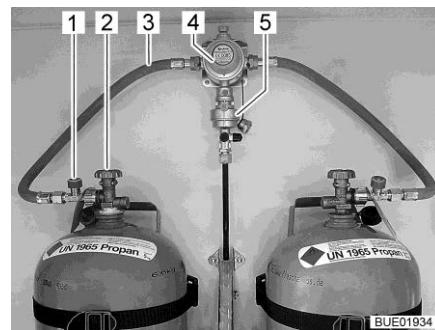
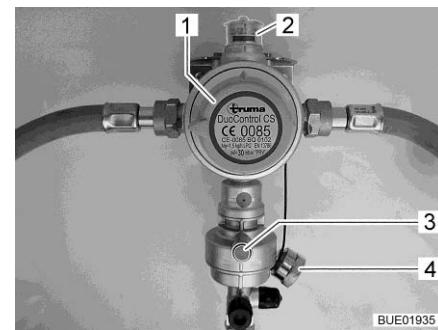
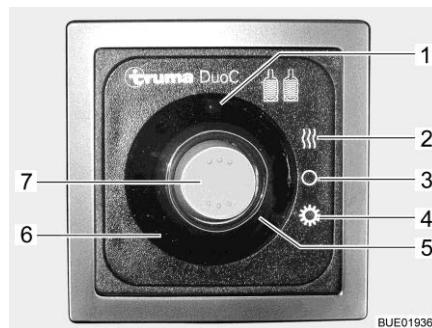

Fig. 103 Bombole del gas con DuoControl
Fig. 104 Impianto di regolazione DuoControl
Fig. 105 Centralina di controllo (DuoControl)
L'impianto di regolazione DuoControl consiste in una valvola di commutazione (Fig. 103,4) e un sensore crash (Fig. 103,5). L'impianto di regolazione DuoControl è installato tra i tubi flessibili del gas (Fig. 103,3) con un dispositivo antirottura del tubo flessibile (Fig. 103,1). Con la manopola (Fig. 104,1) sulla valvola di commutazione è possibile stabilire quale delle bombole del gas viene utilizzata come bombola in uso e quale come bombola di riserva.
Nella finestra di controllo (Fig. 104,2) viene visualizzato lo stato del rifornimento di gas:
Il funzionamento con una sola bombola del gas è consentito, ma in questi casi il collegamento aperto deve essere assolutamente chiuso con una copertura cieca (Fig. 104,4).
Il sensore crash blocca l'alimentazione del gas in caso di forti vibrazioni (es. incidente). Il sensore crash viene azionato mediante pressione del tasto reset verde (Fig. 104,3).
Il dispositivo antirottura del tubo flessibile (Fig. 103,1) blocca il flusso di gas quando il tubo flessibile collegato si rompe. Il dispositivo antirottura del tubo flessibile deve essere attivato premendo il tasto verde.
Tramite la centralina di controllo (Fig. 105) è possibile attivare e disattivare l'alimentazione del gas tramite l'impianto di regolazione DuoControl. Le valvole principali di arresto (Fig. 103,2) delle bombole del gas e i rubinetti di arresto del gas degli apparecchi devono essere aperti manualmente.
È possibile passare dal funzionamento estivo a quello invernale tramite l'interruttore a bilico (Fig. 105,7) della centralina di controllo.
Le due spie di controllo sulla centralina di controllo indicano il livello di riempimento della bombola in uso. Quando la spia di controllo verde (Fig. 105,6) è accesa, la bombola in uso è sufficientemente piena. Se è accesa la spia di controllo rossa (Fig. 105,5), la bombola in uso è vuota. Il rifornimento di gas avviene poi tramite la bombola di riserva.
- Con la manopola (Fig. 104,1) sulla valvola di commutazione selezionare la bombola del gas, da cui proviene la principale alimentazione del gas (bombola in uso). Girare la manopola fino all'arresto.
- Aprire le valvole principali di arresto (Fig. 103,2) delle bombole del gas.
- Premere il tasto verde del dispositivo antirottura del tubo flessibile (Fig. 103,1). Nella finestra di controllo (Fig. 104,2) viene visualizzato il simbolo verde.
- Sulla centralina di controllo (Fig. 105) attivare l'impianto di regolazione DuoControl. Posizionare l'interruttore a bilico (Fig. 105,7) su funzionamento invernale (Fig. 105,2) oppure su funzionamento estivo (Fig. 105,4). La spia di controllo gialla Eis-Ex (Fig. 105,1) si accende quando si seleziona il funzionamento invernale.
- Portare l'interruttore a bilico (Fig. 105,7) nella posizione OFF (Fig. 105,3). Le spie di controllo si spengono.
- Chiudere le valvole principali di arresto (Fig. 103,2) delle bombole del gas.
Se la spia di controllo verde (Fig. 105,6) si spegne durante il funzionamento e la spia di controllo rossa (Fig. 105,5) si accende, significa che la bombola in uso è vuota e deve essere sostituita. Nella finestra di controllo (Fig. 104,2) viene visualizzato il simbolo rosso. La bombola di riserva continua ad alimentare le utenze a gas.
- Ruotare di mezzo giro la manopola (Fig. 104,1) in direzione della bombola del gas utilizzata. In questo modo questa bombola del gas ora è la bombola in uso, mentre la bombola del gas vuota diventa la bombola di riserva. Il simbolo nella finestra di controllo (Fig. 104,2) passa da rosso a verde.
- Chiudere la valvola principale di arresto (Fig. 103,2) della bombola del gas vuota. Osservare la direzione della freccia.
- Premere il tasto verde del dispositivo antirottura del tubo flessibile (Fig. 103,1).